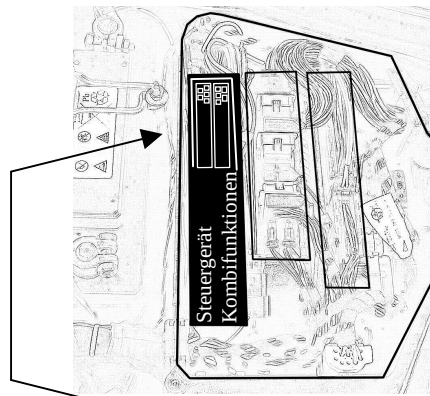

Bild 2
- Im Inneren des Elektronikkastens im Motorraum befinden sich drei Steuermodule. Das linke Modul, im Bild 2 schwarz markiert, ist unter anderem für die Dachsteuerung zuständig.